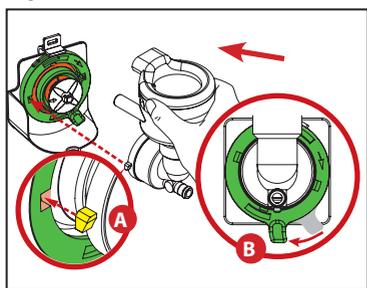

Fig.4
3. Tournez la plaque de montage dans le sens horaire jusqu'à ce que les trous du mélangeur soient alignés sur les positions 3 et 9 heures. Alignez les crochets de guidage sur le bol du mélangeur et insérez-les à travers la plaque et dans le châssis (A). Enfin, verrouillez le bol du mélangeur en tournant la plaque de montage dans le sens horaire jusqu'à ce qu'elle cesse de tourner complètement et que la languette soit en position de verrouillage (B). (Voir Fig.4)